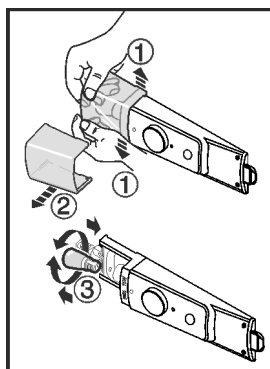

Fig. 14
- Poklopac žaruljice rastavite prema slici, unutra, pritiskom u prednjem dijelu Fig. 14 (1) i skinite ga povlačenjem u stranu Fig. 14 (2).
- Zamijenite žarulju. Fig. 14 (3)